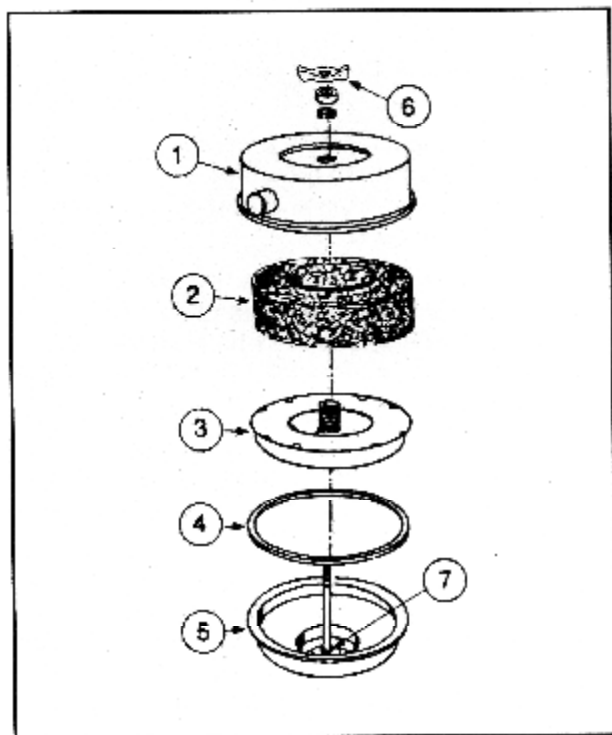

Рис. 2-24 (V 51909) Сапун картера зернистый.
1. Открутите гайку - барашек (6, Рис. 2-24), снимите плоскую и резиновую шайбы, крепящие крышку (1) к корпусу сапуна (5).
2. Поднимите крышку и снимите сетку (2), пароотделитель (3) и прокладку (4).
5. Вставьте очищенный или новый элемент сапуна (2, Рис. 2-24) и очищенный паротделитель (3) в корпус сапуна (5).
6. Вставьте резиновое уплотнение (4) в крышку (1), установите крышку в сборе в корпус (5).